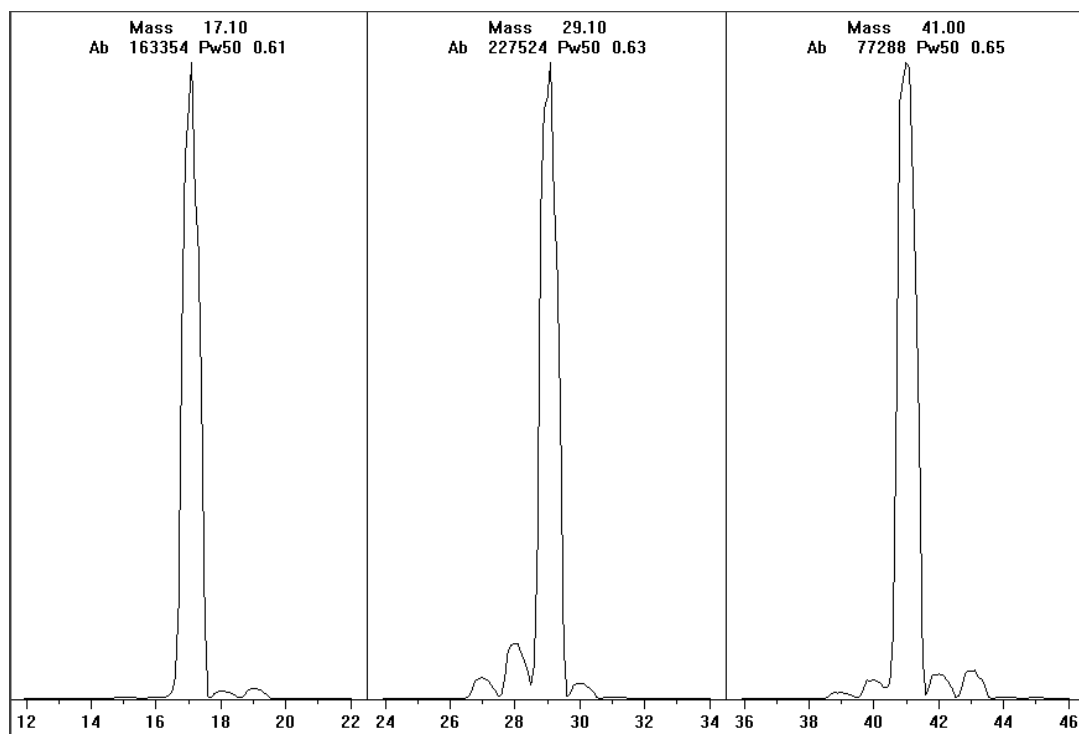

Figura 29 Barridos de iones reactivos
- 5 Examine el barrido de perfil de los iones reactivos (Figura 29).